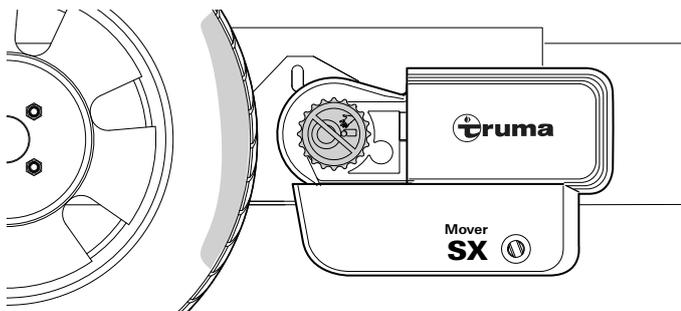

Fig. 25
- La distanza tra i rulli di trasmissione e gli pneumatici su entrambi i lati è di 20 mm (Fig. 25). Per istruzioni su come verificare la corretta distanza tra gli pneumatici e i rulli di trasmissione vedere il Kapitel 6.1.